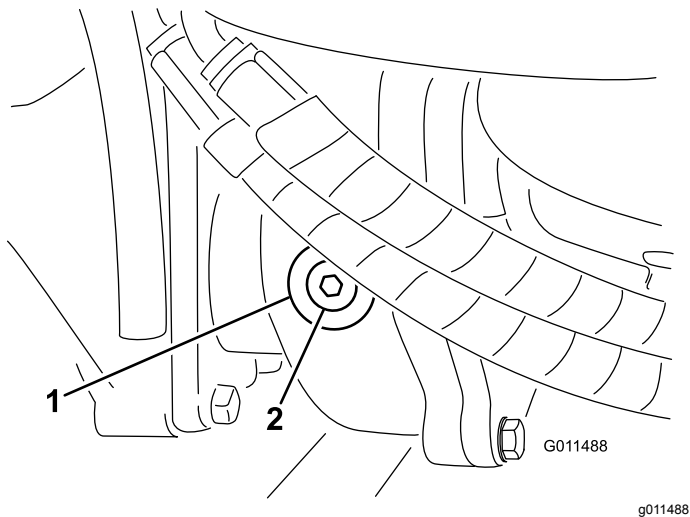

Bild 85
2. Entfernen Sie die Prüf-/Füllschraube an der linken Getriebeseite und stellen sicher, dass das Öl die Unterseite des Lochs erreicht (**Bild 85**).